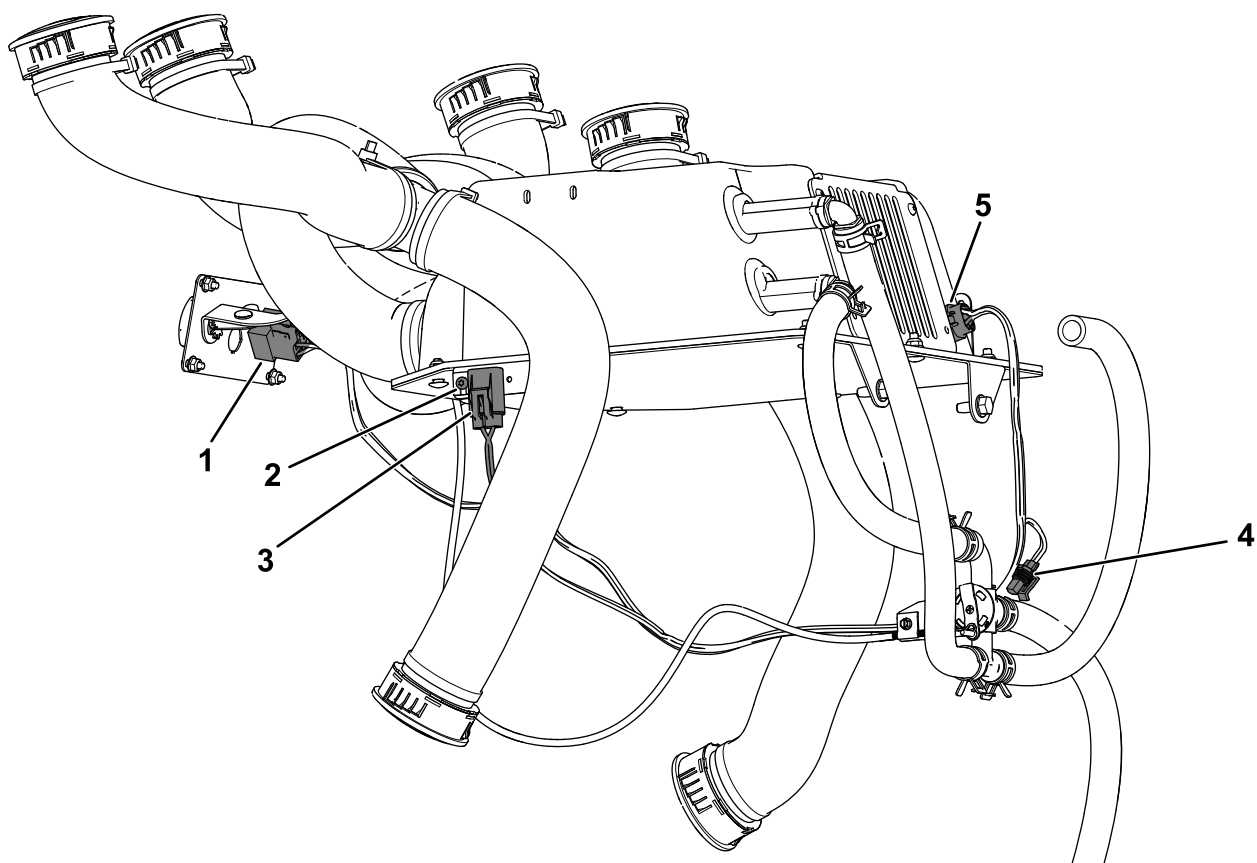

Рисунок 23
1. Установите крышку предохранителя (поставляемую вместе со жгутом проводов из комплекта) на левой стороне блока обогревателя с помощью болта с цилиндрической скругленной головкой (№10-24 x3/8 дюйма), как это показано на Рисунок 23.
2. Проложите жгут проводов из комплекта, как это показано на Рисунок 23.